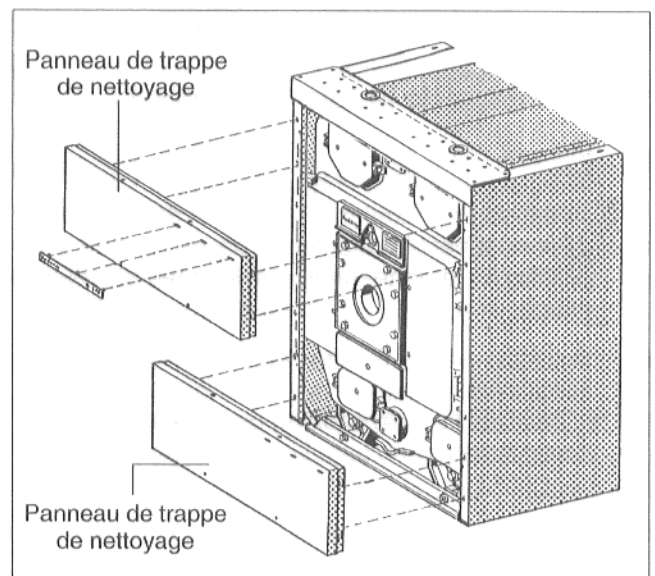

Fig. 47
- Accrocher les panneaux des trappes de nettoyage avant dans les fentes des parois latérales, en bas et en haut (Fig. 47), à l'aide des crochets repliés.